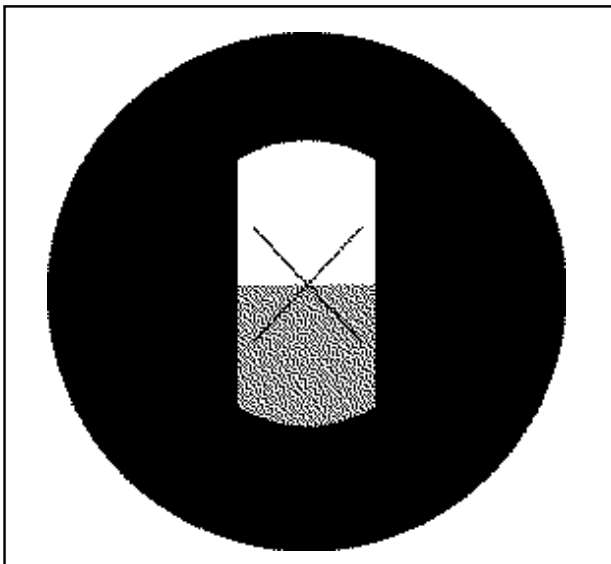

Abb. 3a
9. Zentrieren Sie die Schattenlinie am Fadenkreuz durch Drehen des Einstellrades. Um einen genauen Meßwert zu erhalten, muß die Schattenlinie genau am Fadenkreuz zentriert sein (Abb. 3a).